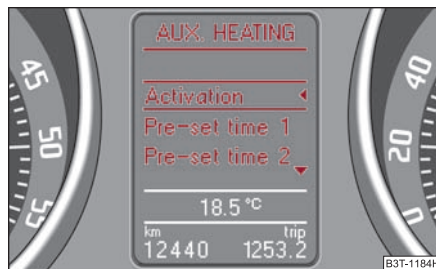

Fig. 130 Pantalla informativa: Aux. heating (Calefacción independiente)
- En el menú **Aux. Heating (Calefacción independiente)** ⇒ fig. 130 elija el punto de menú **Weekday (Día de semana)** y ponga el día actual.